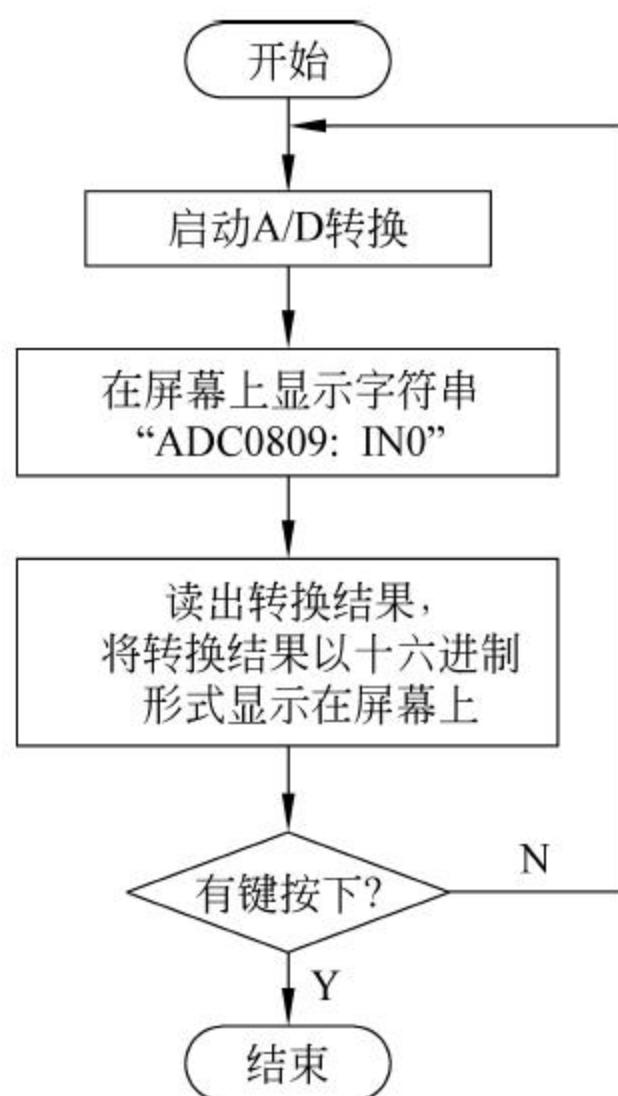

图 11-20 A/D 转换实验程序流程图
(3) 参考图 11-20 所示流程图编写控制程序,然后编译链接。
(4) 运行程序,调节电位器,观察屏幕上显示的数字量输出。